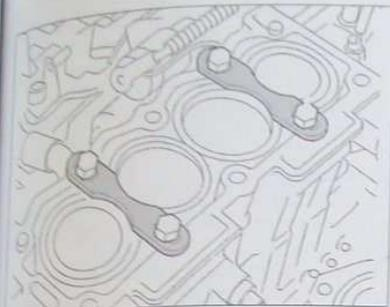

FIG. 34
- Mettre en place les brides de maintien des chemises (outils Citroën 81132-TA1.) munies de vis M10 x 1.5 et de 40 mm de longueur (Fig.34).
- Déposer les brides de maintien des chemises (Fig.34).